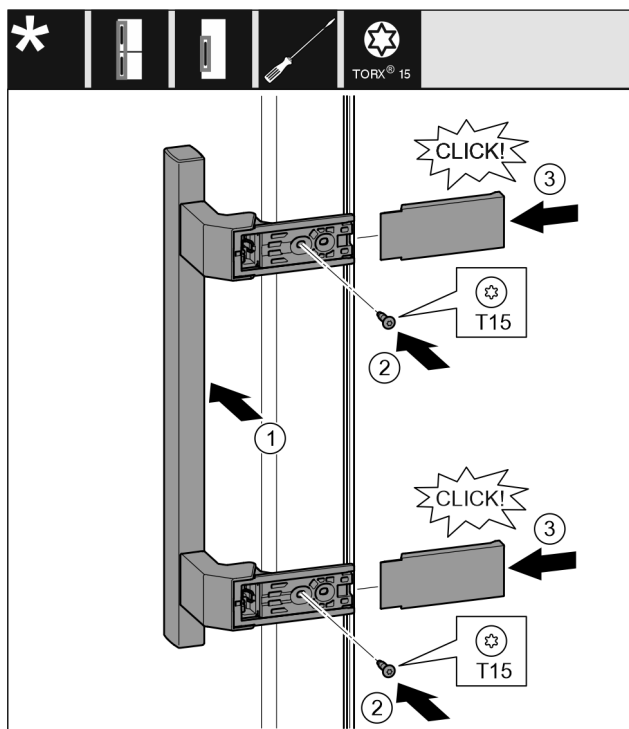

Fig. 15
- Sätt handtag på plats på motsatta sidan. Fig. 15 (1)
- Skruva fast skruvar med skruvmejsel T15. Fig. 15 (2)
- Sätt skydden på plats på sidan och skjut på dem. Fig. 15 (3)